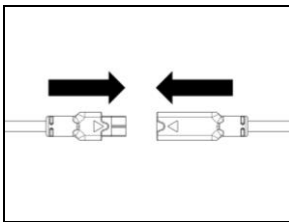

Fig. 31
- Conecte la batería al cableado, siguiendo la dirección de las flechas (Fig. 31).